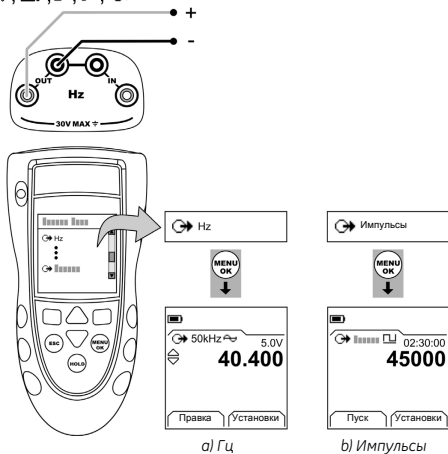

Рисунок 2: Пример конфигурации - Для подачи Гц или импульсов
1. Подключите прибор (Рисунок 2) и, при необходимости, отрегулируйте *Настройка* (Таблица 1).